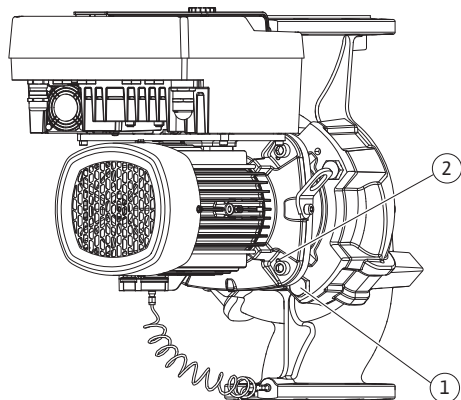

Fig. 104: Vytlačení smontované jednotky závitovými otvory (DN 100 ... DN 125)
23. Odtlačte smontovanou jednotku z tělesa čerpadla. Použijte k tomu dva závitové otvory (viz Fig. 104, poz. 1).
33. K odsunutí smontované jednotky tělesa čerpadla použijte dva závitové otvory vedle něj (Fig. 104, poz. 1) a použijte vhodné šrouby, které si zajistí zákazník (např. M10 x 25 mm).